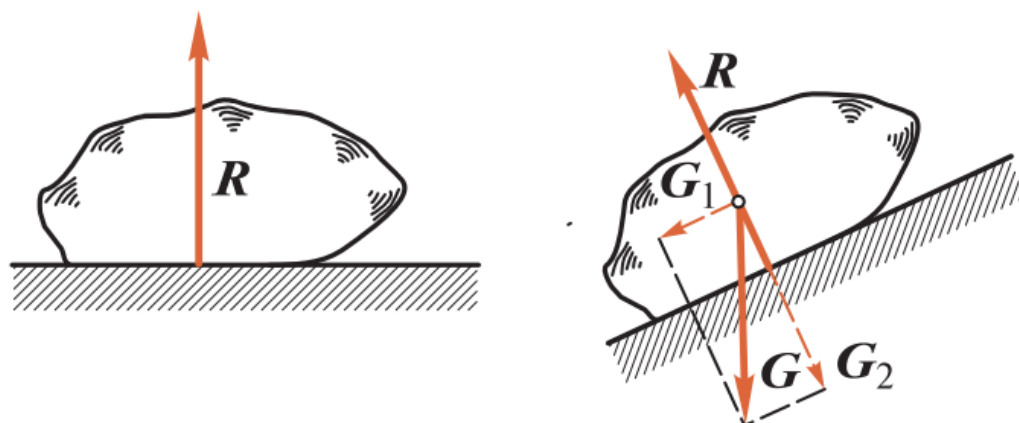

Рис. 1.6
1. *Идеально гладкая плоскость* (рис. 1.6). В этом случае реакция \mathbf{R} направлена перпендикулярно опорной плоскости в сторону тела, так как такая связь не дает телу перемещаться только в сторону опорной плоскости, т. е. перпендикулярно ей.